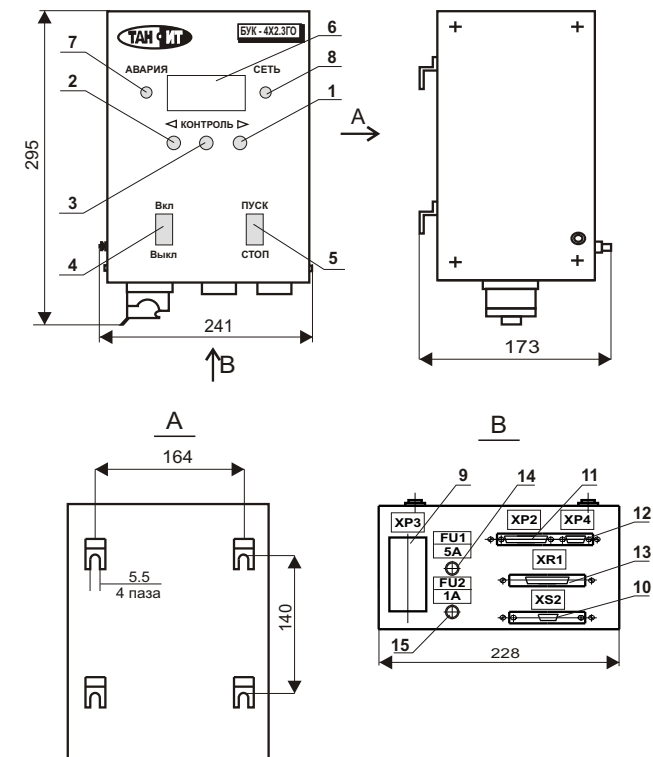

Рис.1
6). Блок должен крепиться на вертикальной плоскости: отдельно стоящей стойки или стене с помощью четырех болтов М5 в соответствии с рис.1.
**1.5.2.1. Устройство блока управления.** Устройство БУ показано на рис.1.
- световые индикаторы АВАРИЯ (7) и СЕТЬ(8).
На передней поверхности основания располагаются два предохранителя FU1 (14)и FU2 (15), болт заземления, а также разъемы для подключения (см. Рис. 1):